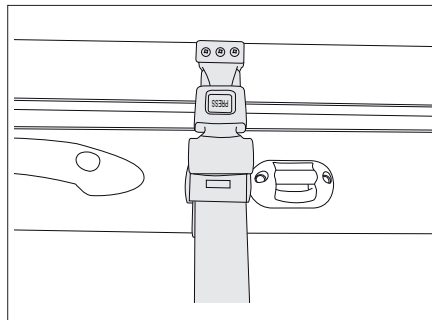

Fig. 127 Cinturón de seguridad
- Soltar el cinturón de retención (Fig. 127).
- Colocar el cinturón de retención (Fig. 127).